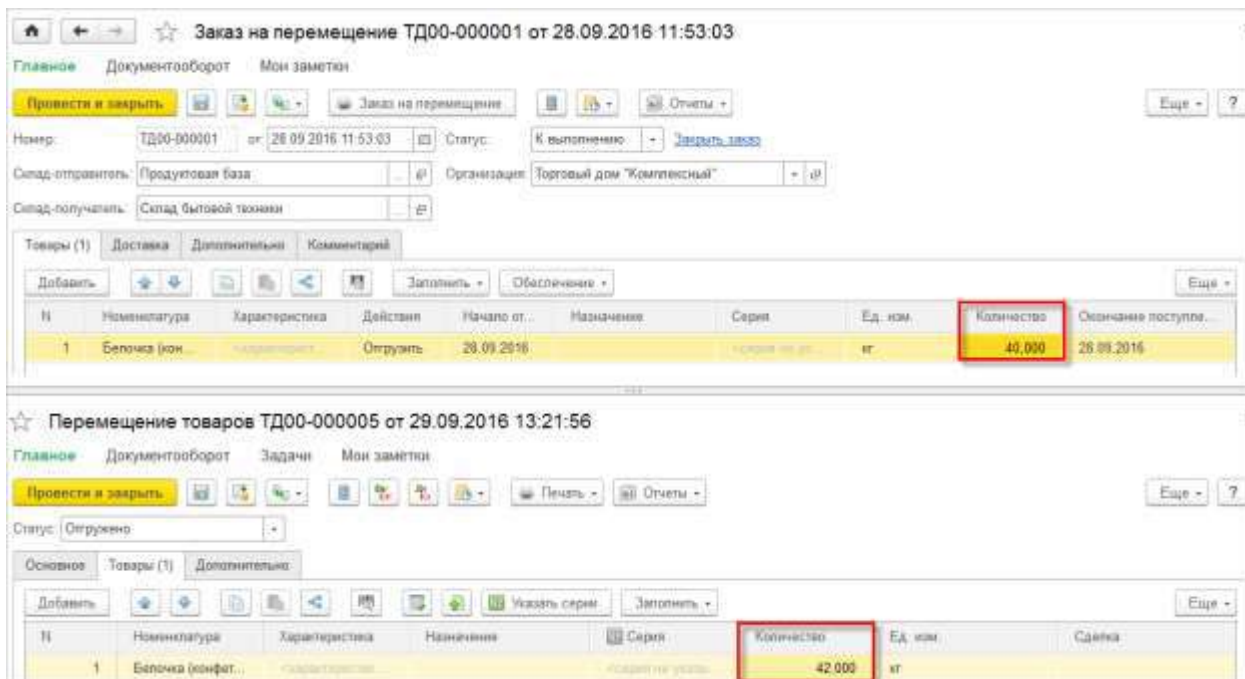

Рис.20. Сценарий работы при превышении распоряжения
- Формируется распоряжение на отгрузку товара, учитываемого в мерных единицах (в количестве 40 кг) (рис.20).
- Формируется накладная на товар (в количестве 42 кг). Фактическое количество номенклатурной позиции превышает количество по распоряжению. В этом случае разрешается отгрузка большего количества товара, но в пределах допустимого отклонения (рис. 20).